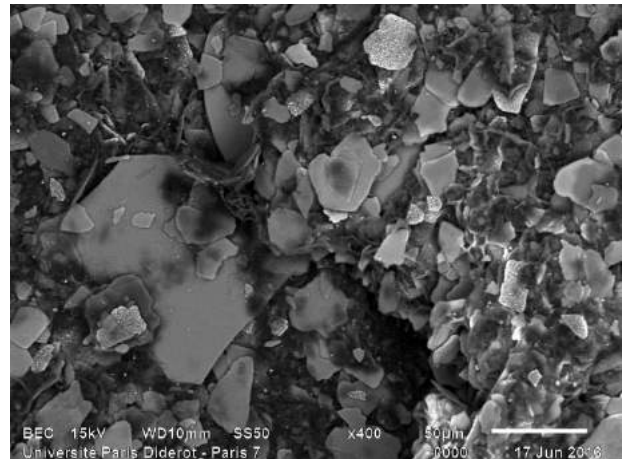

Figure 3. Image MEB en électrons rétrodiffusés d'une poudre cosmétique montrant une structure lamellaire des particules la composant (copyright. G. Boudarham).
- les **électrons rétrodiffusés**, qui sont sensibles à la nature des atomes qui constituent l'échantillon, permettent de distinguer sur les images des zones de **composition chimique** différente (voir figures 3 et 5) ;